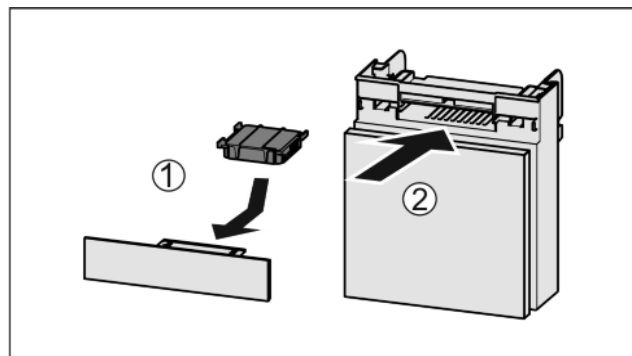

Fig. 42
- Inserire il vano Fig. 42 (2).